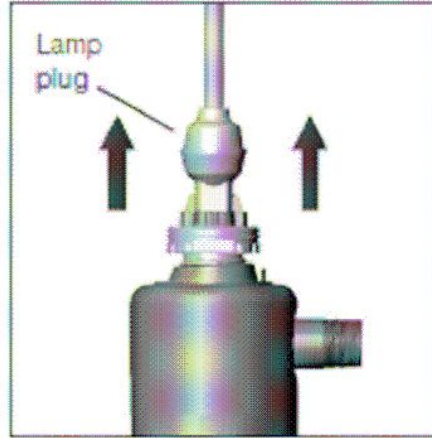

图 2.
5. ランプのプラグをランプの端から引き離してください。（図2参照）プラグを外す際、コードの途中を引っ張らないで下さい。注意：ランプを交換する作業の間、接地とランププラグの引っ張り防止線はリアクター上のペグに接続したままである事を確かめてください。